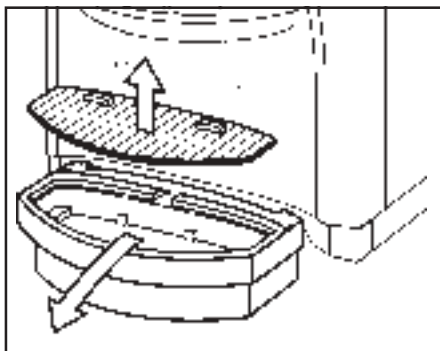

Fig. 7: Het verwijderen van de lekbak
1. Verwijder de lekbak (zie fig. 7).